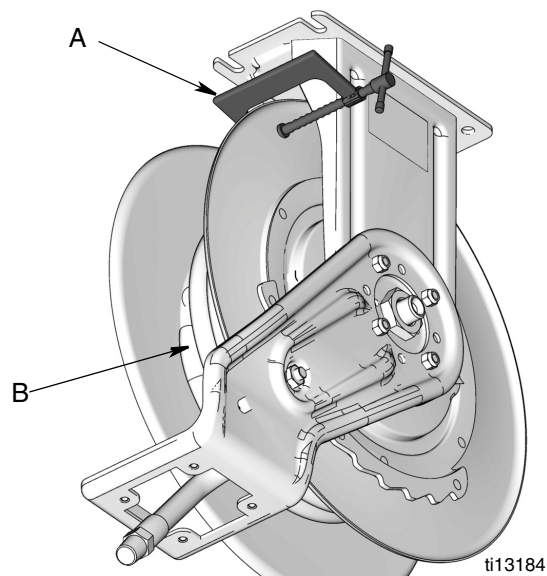

FIG. 19
3. Déroulez complètement le flexible (B) et verrouillez l'enrouleur.
4. Attachez un collier en C (A) à la bride de l'enrouleur pour éviter que l'enrouleur ne se déverrouille intempestivement et pivote librement (FIG. 19).